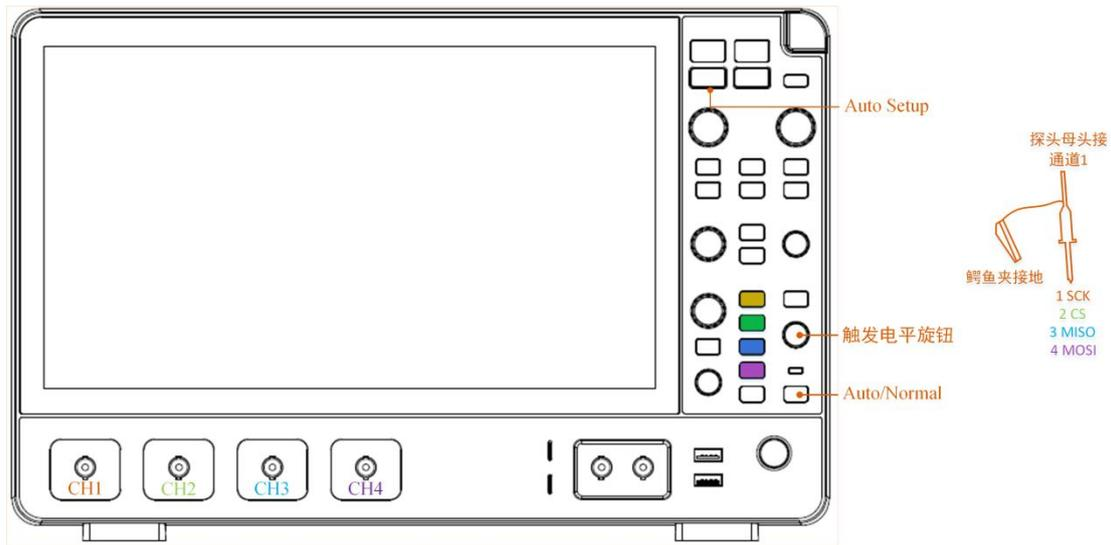

图 2.13 信号接入
- 将 SPI 的时钟、片选信源和数据信源按需分别接到示波器输入通道中，如图 2.13 所示，点击【Auto Setup】一键捕获波形，让波形以较好的效果显示在界面；